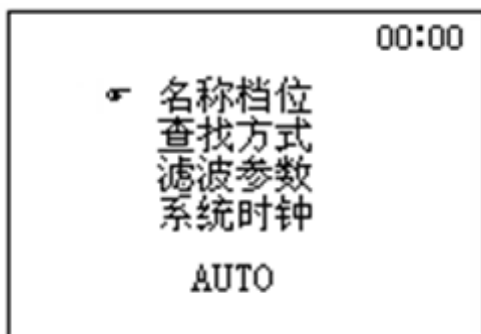

图2
1、检查接线无误后，打开仪器电源开关。开机画面为设置菜单如图2所示，并在右上方显示出当前时间。此时可修改当前测量开关的名称，档位，查找方式等，详情请见后面高级设置一节。